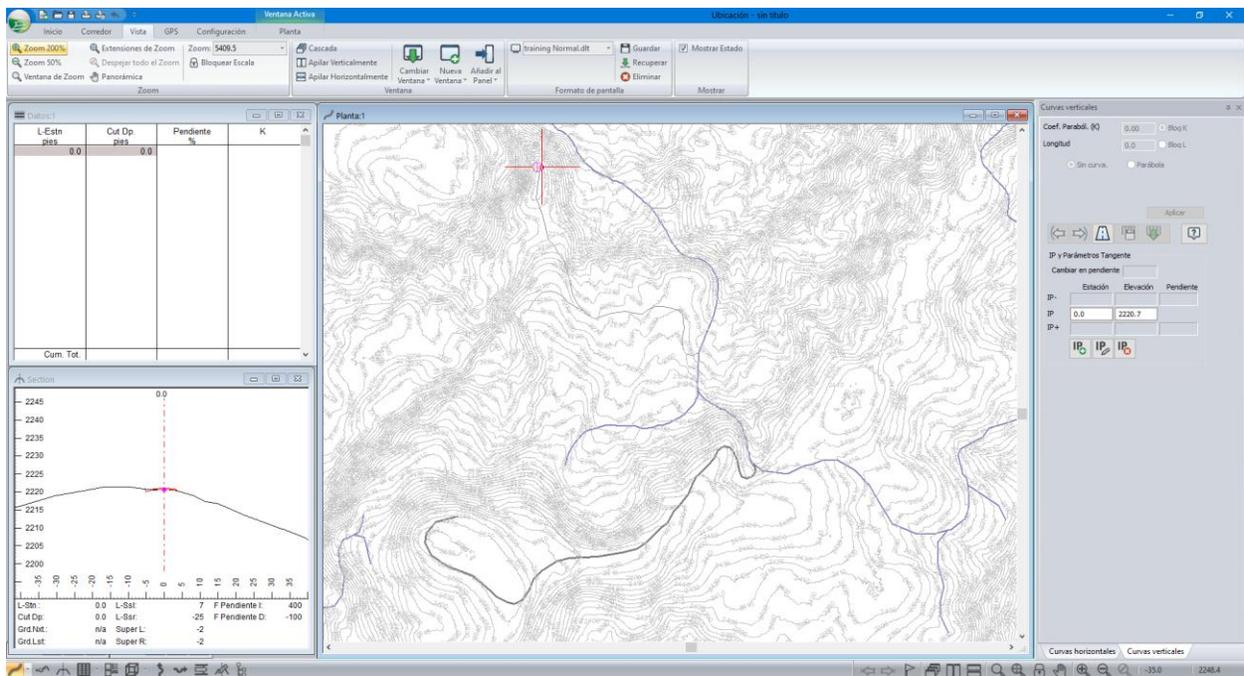

Figura 6-4: Training Normal vista de pantalla
6. En la pestaña *Vista*, haga clic en el menú desplegable de *Formatos de Pantalla*. Localice y expanda la carpeta **Training**, seleccione **training Normal.dlt**. La pantalla debe ser similar a la Figura 6-4.
En su pantalla (Figura 6-4 arriba) se puede ver el DTM original en el Planta de fondo; la línea de trabajo está atenuada para que no interfiera con las características del nuevo alineamiento.